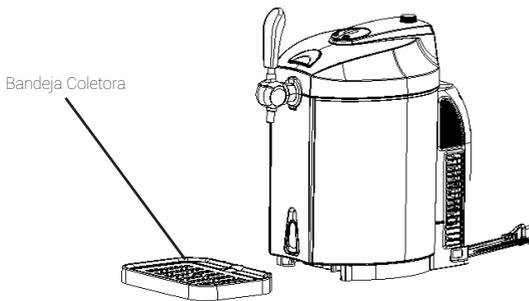

Figura 6
2. Instale o cabo da torneira, conecte a torneira, certifique-se de que ambas as extremidades se encaixem perfeitamente. (Figura 6)